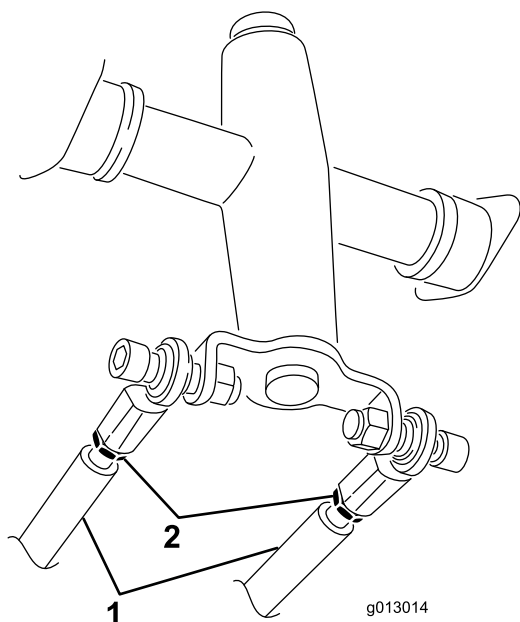

Figura 53
3. Afloje las contratueras de las varillas de tracción, debajo del panel de control (Figura 53).